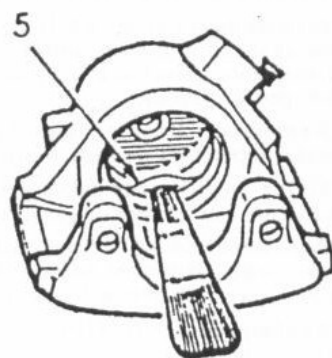

fig. 3
9) Sortir le joint de la gorge avec la lame d'acier à bords arrondis (fig 3).